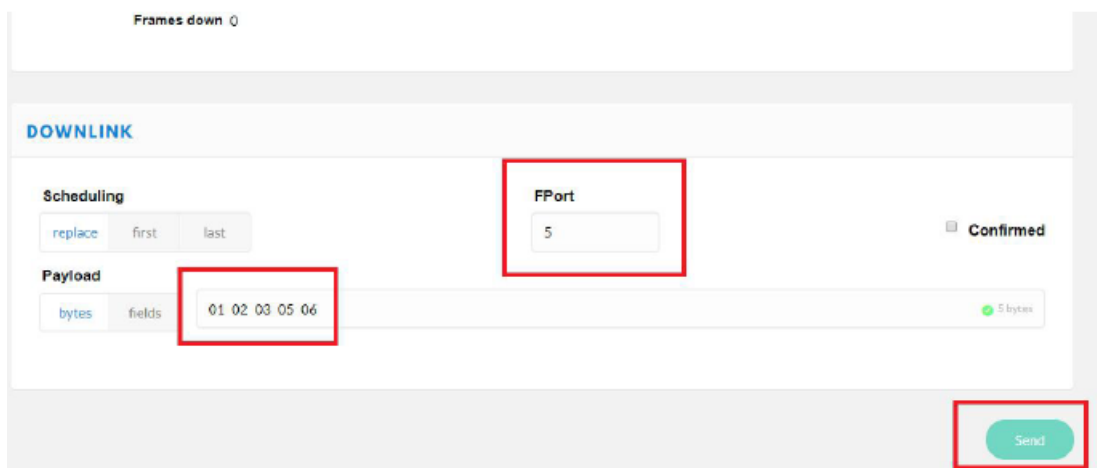

Figura 11: Campo de downlink
- ▶ Na área DOWNLINK, escolha a porta da aplicação no campo FPort e entre com a sequência de bytes (em hexadecimal) que deve ser agendada, conforme exemplificado na Figura 11;
- ▶ Na área Live Stream, escolha a porta da aplicação no campo Port entre com o payload em base64, conforme exemplificado na Figura 11;